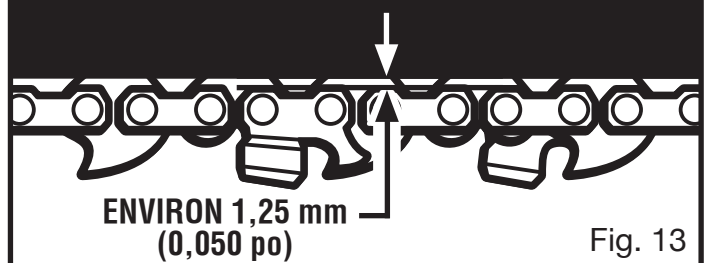

Fig. 13
- Pendant l'utilisation normale, la température de la chaîne augmente. Les maillons d'entraînement d'une chaîne chaude correctement tendue pendent d'environ 1,27 mm (0,050 po) hors de la rainure du guide comme illustré à la figure 13.